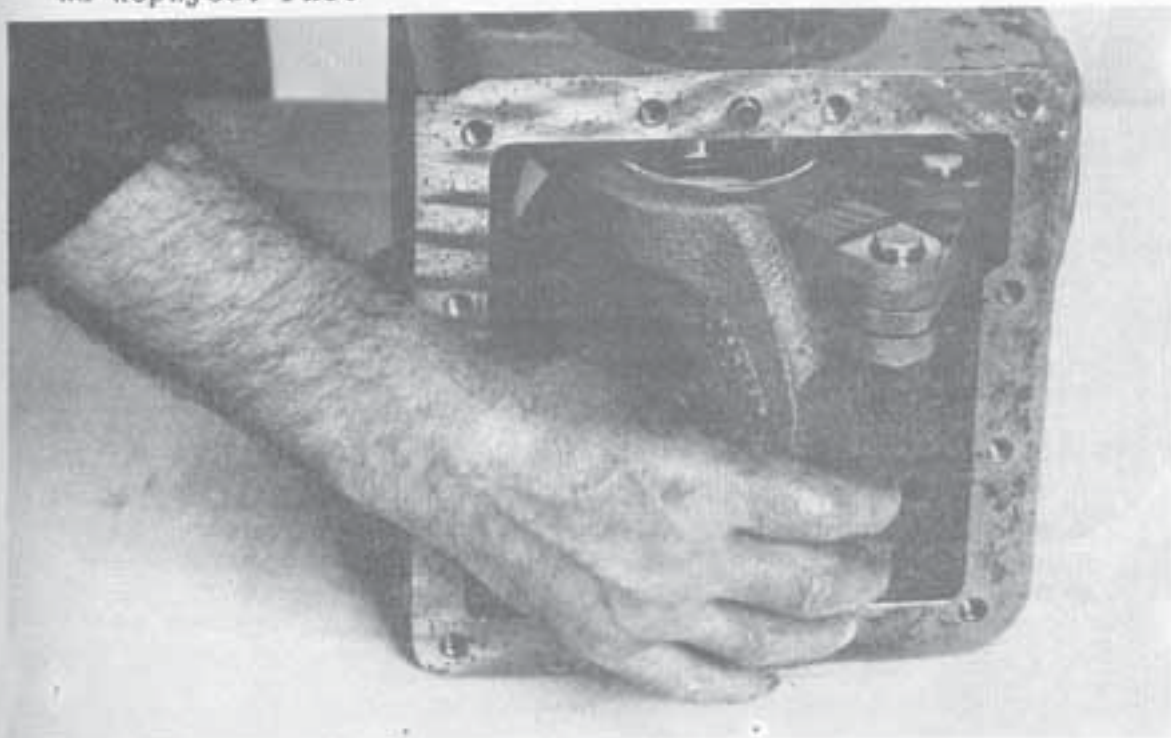

Рис.53.
1. После случайной смены нескольких деталей согласно предыдущему рисунку надо наклонную плиту с сервопоршнем установить в корпус регулируемого насоса и звено наклонной плиты /поз.45/ установить в положение согл.рисунку. Рис.53.